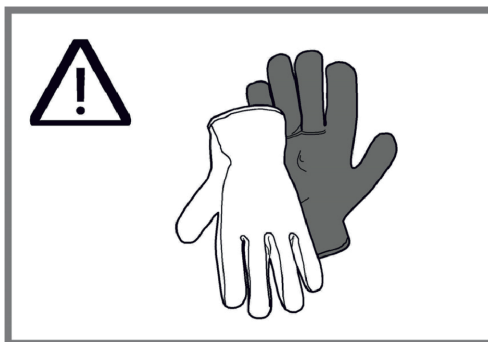

Fig. 6
- Det kan finnas skarpa kanter under installationen, använd därför skyddshandskar (Fig. 6).